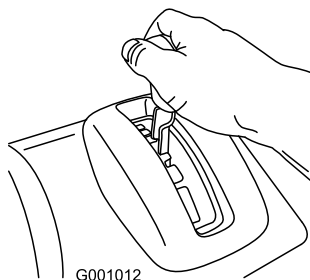

Figura 13
1. Coloque el selector de velocidades en la posición deseada de avance, asegurándose de que se bloquea en la muesca (Figura 13).